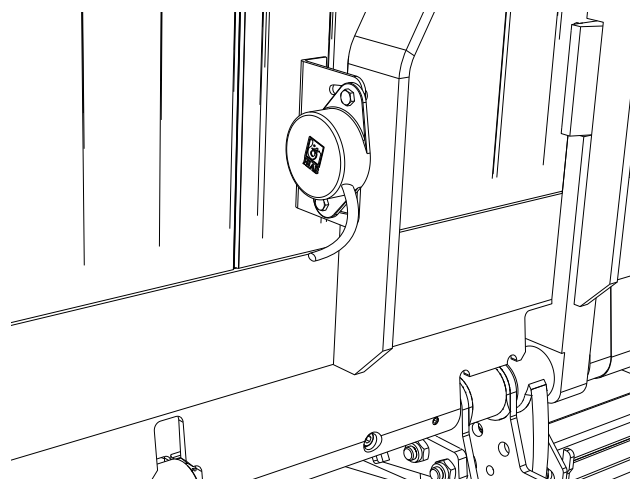

Bild 17. Monterad vinkelgivare
14. Montera vinkelgivaren med anslutningskabeln pekandes snett nedåt/utåt på fästet med hjälp av de medföljande skruvarna, se Bild 17.